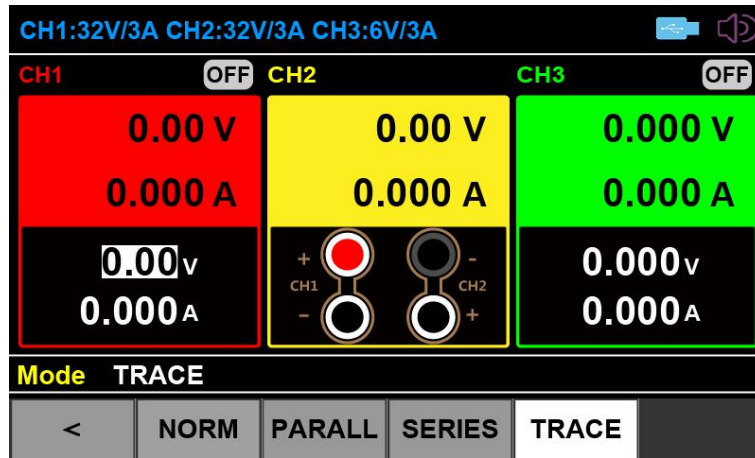

图 3-11 跟踪模式
(3) CH1、CH2 跟踪输出模式操作：按下“TRACE”对应的按键，选择跟踪模式，跟踪（TRACE）输出模式界面如图 3-11 所示：